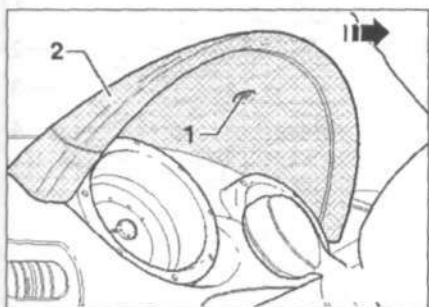

Рис. 13.53. Выкрутите винт 1 и снимите верхнюю часть козырька 2 щитка приборов в направлении стрелки.
6. Выкрутите винт 1 и снимите верхнюю часть козырька 2 щитка приборов в направлении стрелки (рис. 13.53).